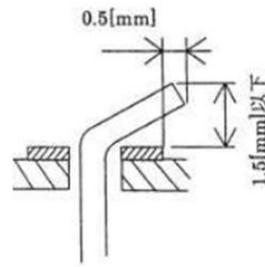

図 11 リード線の折り曲げ
- ⑤炭素皮膜抵抗器のリード線は、ランドにほぼ密着させて折り曲げ、図 11 との位置関係に示すように切断すること。リード線の曲げ方向は規定しない。